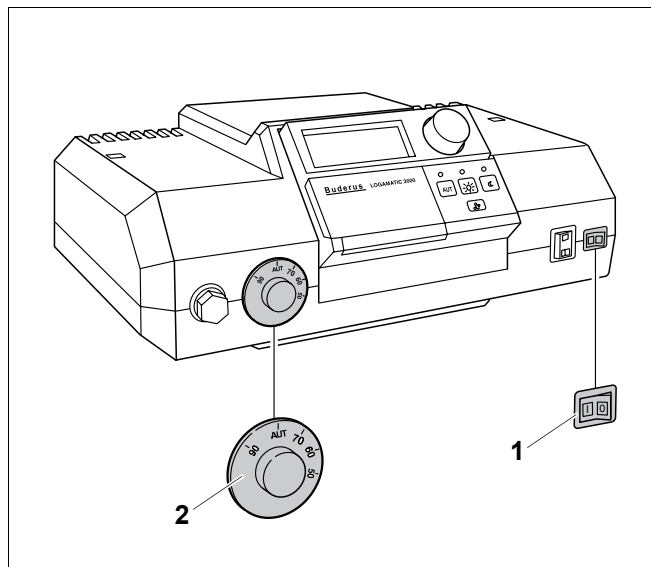
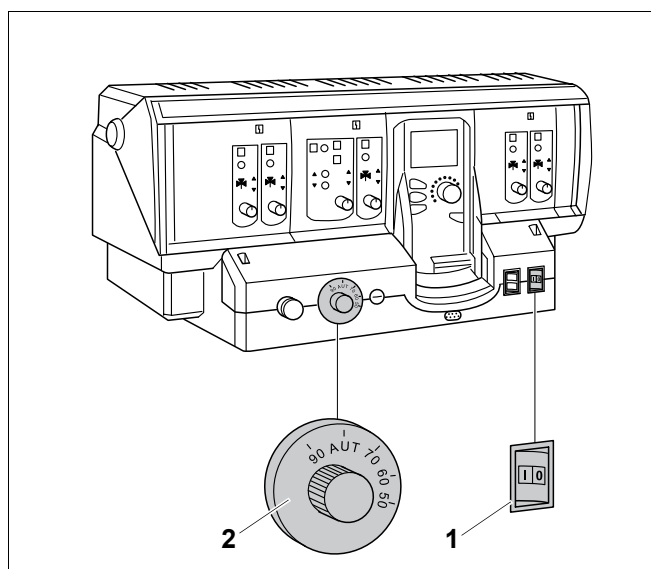

Рис. 27 Система управления Logamatic 2000
Рис. 28 Система управления Logamatic 4000
- Установить пусковой выключатель (рис. 27, **поз. 1** или рис. 28, **поз. 1**) в положение "I" (ВКЛ).
- Регулятор температуры котловой воды (рис. 27, **поз. 2** или рис. 28, **поз. 2**) установить на "AUT". При регулировании с поддержанием постоянной температуры установить нужное значение (минимум 65 °С).